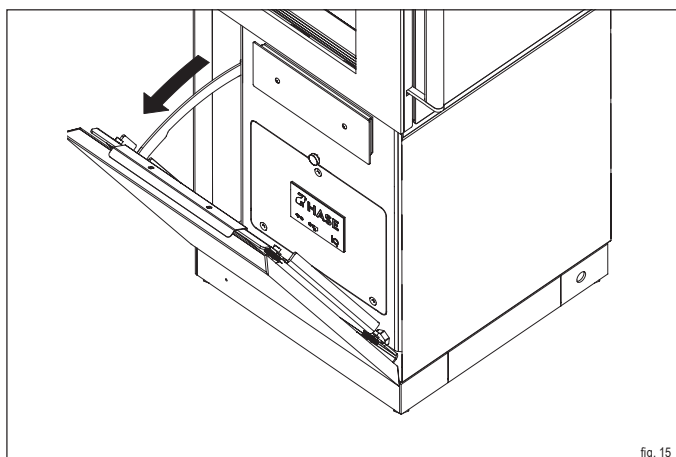

fig. 15
- ▶ **Aprire lo sportello di controllo (fig. 15).**
- ▶ **Estrarre dall'apertura il cassetto di raccolta della cenere presente sul coperchio (fig. 15).**